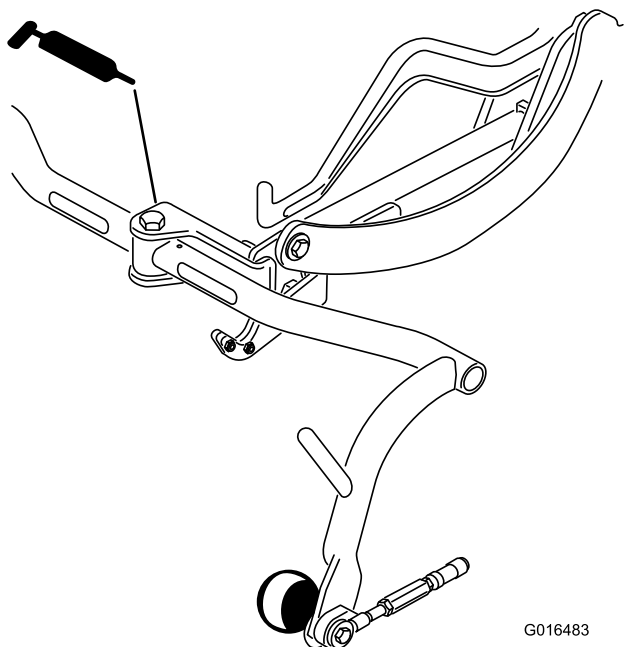

Figura 32
- Pivote del bastidor de tiro (3) (Figura 32)